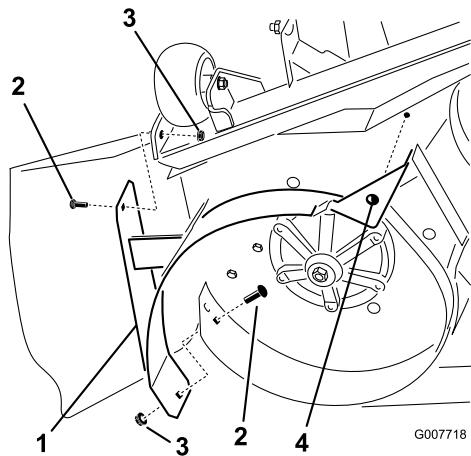

Figura 21
- Rimuovete i tre dadi di bloccaggio che fissano il deflettore di mulching destro al piatto di taglio del tosaerba (Figura 21). Due si trovano nel sottoscocca del tosaerba presso l'apertura di scarico, mentre il terzo si trova sopra il piatto di taglio.